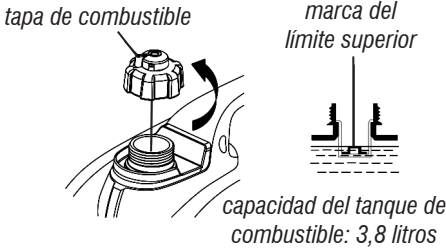

Fig. 14 – Abasteciendo el Generador/Inversor
3. Abra la tapa del tanque (fig. 14);
5. Nunca exceda la capacidad del tanque (fig. 14);